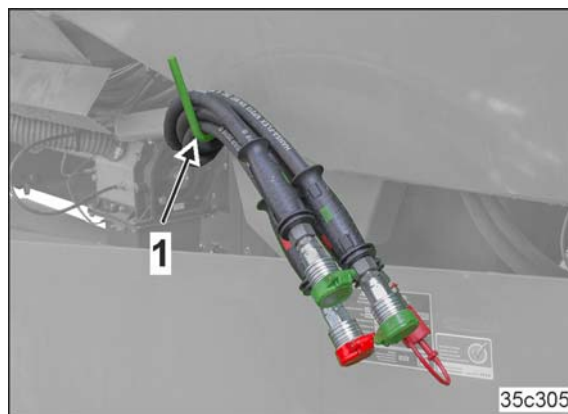

Fig. 123
1. Kuppeln Sie die zusätzlichen Hydraulikschlauch-Leitungen mit der Zapfwellenhydraulikpumpe (Fig. 123/1).
- Schlauchgarderobe (Fig. 123/1)